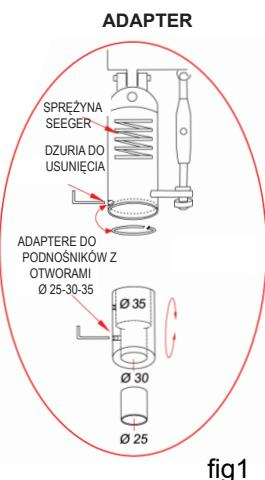

fig1
- Wsunąć adapter do podnośnika na trzpień Ø 30 mm i zablokować dokręcając odpowiednią śrubę imbusową sześciokątną (rys.1)